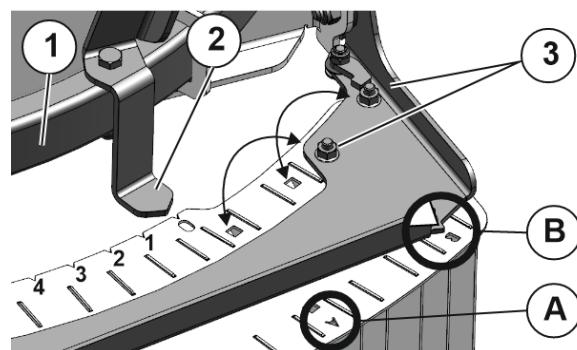

Рис. 64
2. Передвинуть блок пластин по направляющей дуге (Рис. 64/1) так, чтобы указатель (Рис. 64/2) был установлен на настроочное значение из таблицы распределения.